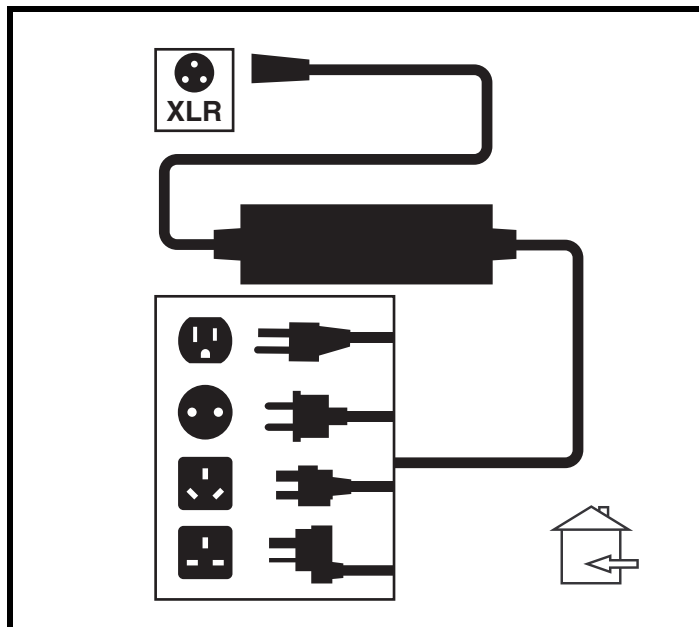

Figura 16. Caricamento della batteria
3. Collegare il caricabatterie esterno con la presa per caricabatterie esterno/programmazione sulla centralina. **Vedere figura 16.**